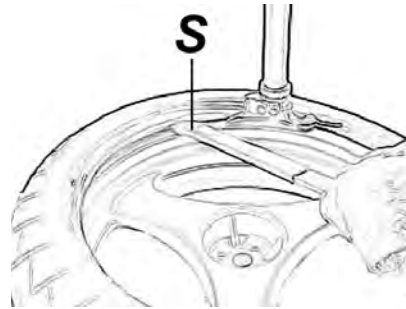

Fig. 4.3-1
- Después de instalar el talón inferior, inserte la herramienta de neumático a la izquierda del cabezal del talón tal y como se muestra (Fig. 4.3-1). Para proteger las llantas decorativas, use el manguito de protección #EAA0247G04A (S).